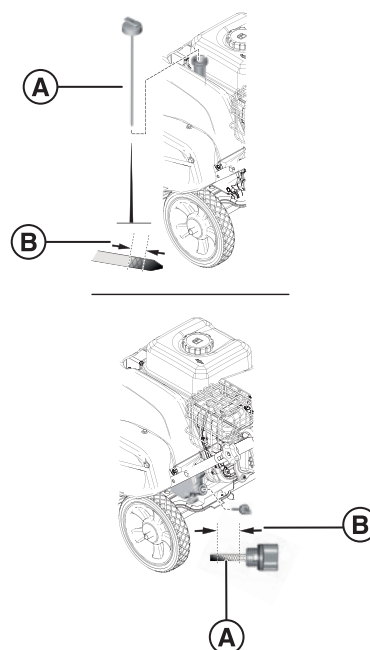

Рис. 4
3. Извлеките масляный щуп (А, Рис. 4). При помощи чистой ткани удалите масло с масляного щупа.